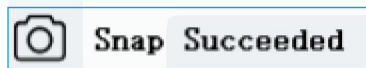

Figure 3-2
- L'écran affiche "Snap Succeeded", ce qui signifie que la photo a été prise avec succès. Ceci est illustré à la figure 3-2